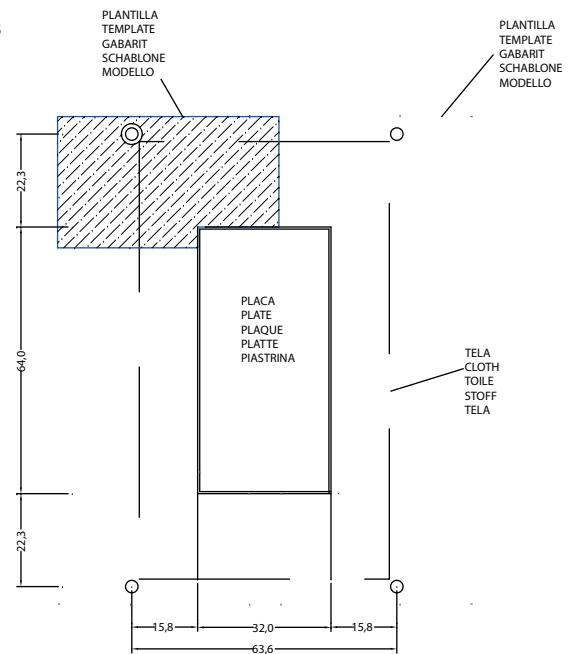

Fig.3
3. Colocar los conos C mediante tacos y tirafondos, como indica la fig 2 y RESPETANDO las medidas que indica la fig 3. NOTA: Utilizar la plantilla para el cálculo de las distancias de los conos, teniendo cuidado de hacer bien tope en el borde de la placa (fig 3). Estas medidas son MUY IMPORTANTES para que la tela quede correctamente colocada.
3. Fix lampholders C using blocks and lag screws as per fig 2, CONSIDERING sizes as per fig 3. REMARK: Use the template in order to calculate right distances for lampholders. Be careful that an accurate plate stoppage is achieved as per fig 3. These sizes are VERY IMPORTANT to achieve a good cloth setting.
3. Die Lampensockel C mit Hilfe der Dübel und Schrauben im sinne der Abbildung 2 unter BERÜCKSICHTIGUNG der in der Abbildung 3 angegebenen Abmessungen anbringen. HINWEIS: Verwenden Sie die Schblone (wobel darauf zu anhängt ist, einen sauberen Anschlag am Platterang im Sinne der Abbildung 3 herzustellen) zur berechnung des Abstandes zwischen den Lampensockeln. Diese Abmessungen sind sehr wichtig für das ordnungsgemäße Ambringen des Stoffes.
3. Collocare le bussole C mediante taselli e tirafondo come da fig 2 OSSERVANDO le misure indicate in fig 3. NOTE: Utilizzare il modello (avendo cura di fare fondo sul bordo della piastrina, come da fig 3) per il calcolo delle distanze delle bussole. Tali misure sono MOLTO IMPORTANTI per la corretta collocazione della tela.
3. Mettre les douilles C à l'aide de chevilles et de tire-fonds fig 2 EN RESPECTANT les mesures indiquées dans la fig 3. NOTE: Utiliser le gabarit pour le calcul des séparations des douilles (en prenant soin de bien la placer contre le bord de la plaque fig 3). Ces mesures sont TRES IMPORTANTES pour bien placer la toile.